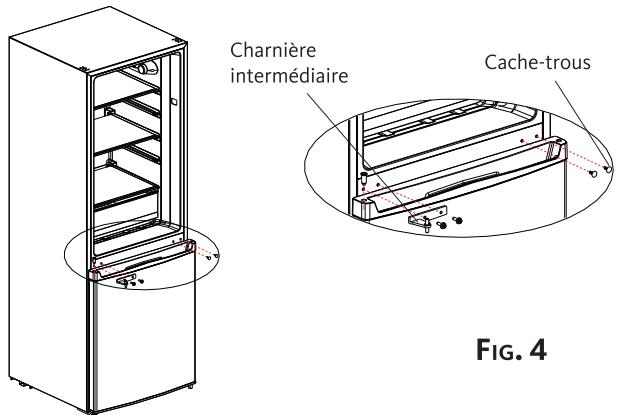

FIG. 4
5. Replacez la porte du compartiment congélateur en la plaquant contre l'appareil. Replacez la charnière intermédiaire et les cache-trous (fig. 4). Veillez à bien aligner la porte par rapport à l'appareil. Démontez la butée située sous la porte du compartiment réfrigérateur (fig. 4) et remontez la butée fournie dans le sachet des accessoires de l'autre côté.